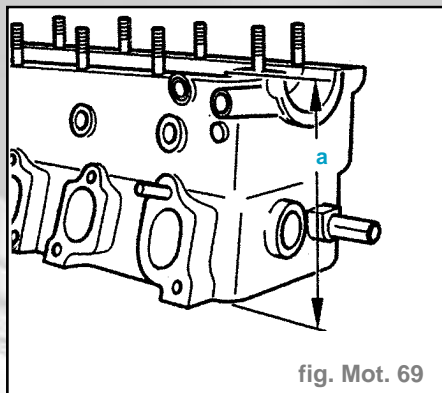

fig. Mot. 69
• Moteurs ADP et AHL (fig. Mot. 69)